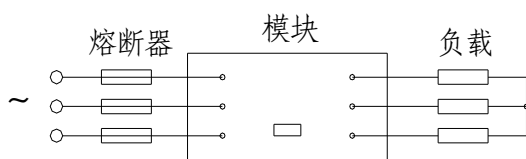

图20: 三相交流模块
(1) 快熔是以金属导体作为熔体而分断电路的电器。串联于电路中（见图20~21），当过载或短路电流通过熔体时，熔体自身将发热而熔断，从而对电力系统、各种电工设备及家用电器起到保护作用。具有反时延特性，当过载电流小时，熔断时间长；过载电流大时，熔断时间短。因此，在一定过载电流范围内至电流恢复正常，熔断器不会熔断，可以继续使用。